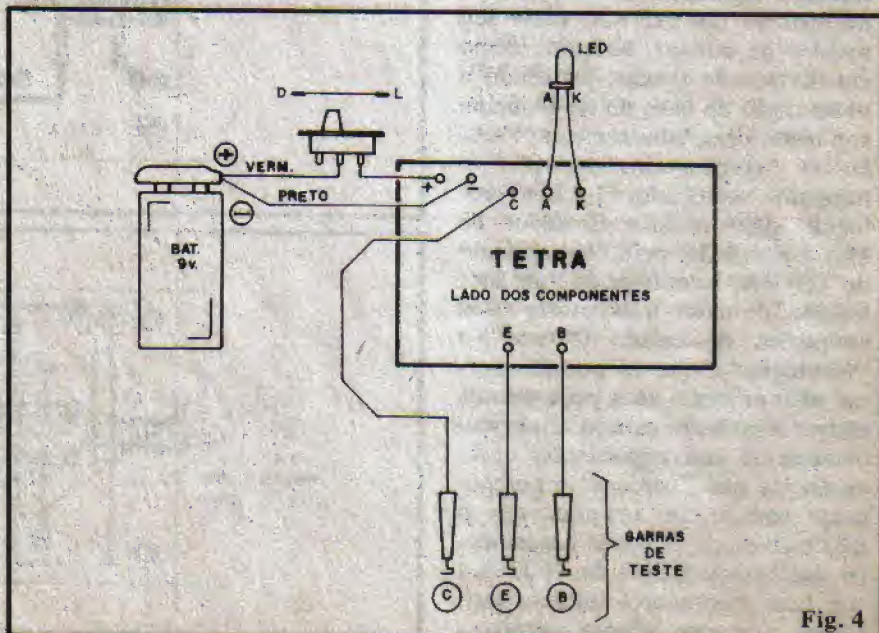

Fig. 4
A fig. 4 mostra justamente o diagrama de conexões externas à placa (esta vista ainda pelo lado dos componentes...). Os pontos (+) e (-) destinam-se à conexão dos fios da alimentação, cuja polaridade deve ser rigorosamente respeitada. O LED deve ter seus terminais de anodo (A) e catodo (K) ligados respectivamente aos pontos A e K da placa (embora, no desenho, essa ligação seja mostrada de forma direta, para uma boa acomodação à caixa é provável que o LED deva ser ligado à placa por dois pequenos pedaços de fio...). Finalmente as três garras de teste devem ser ligadas aos pontos (E) emissor, (B) base e (C) coletor. Notar que as soldagens das próprias garras aos fios devem ser feitas **depois** do conjunto instalado na caixa (ver explicações e sugestões mais adiante). Os fios para as garras de teste não devem ser muito curtos (cerca de 25 a 30 cm. é uma boa medida...).